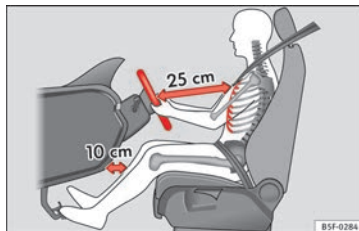

Bild 91 Rätt avstånd mellan förare och ratt.
- Ställ in ratten så att det finns ett avstånd på minst 25 cm mellan rattens mitt och din bröstorg » **bild 91**.
- Ställ in förarsätet så att det är ett avstånd på minst 25 cm mellan mitten på bröstorg och rattens mitt » **bild 91**. Om avståndet är mindre än 25 cm kan det hända att airbag-systemet inte skyddar dig ordentligt.